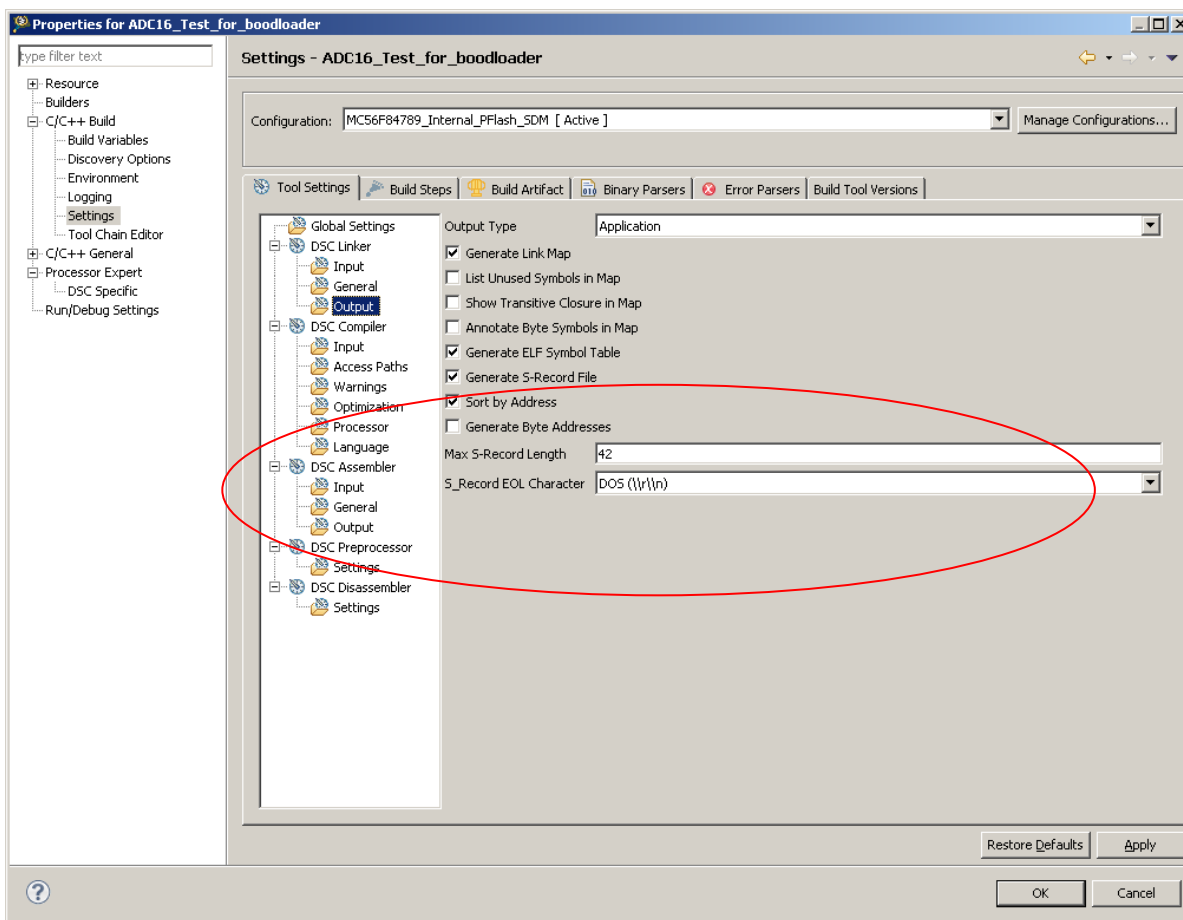

图 17. 用于生成 s-record 的配置
1. 默认情况下不会生成 s-record；应该按图 17 中所示启用生成 s-record。必须选择“Sort by Address”选项，并且 s-record 最大长度（“Max S-Record Length”）不能超过 255。S-record EOL 字符（“S_Record EOL Character”）应该为 DOS（\r\n）。